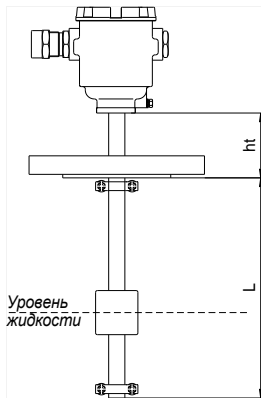

Рисунок 6
2.2.1 Для применения ПМП в средах с температурой, превышающей $60\text{ }^{\circ}\text{C}$ (но, не более $125\text{ }^{\circ}\text{C}$), принимаются меры по охлаждению корпуса (головной части ПМП), находящейся над резервуаром. Для этого часть направляющей (трубы) ПМП возвышают над резервуаром на расстояние ht , достаточное для охлаждения корпуса (рисунок 6).